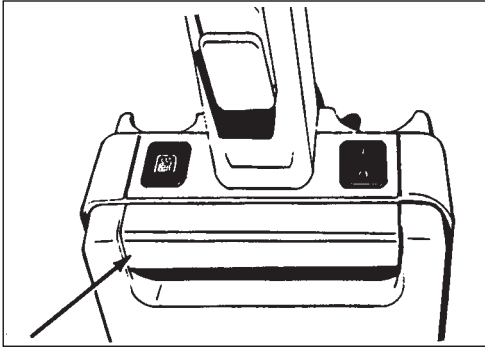

Figure 4
**The Tank Release Bar** (See figure 4)
**Barrette d'ouverture du réservoir** (Voir figure 4)